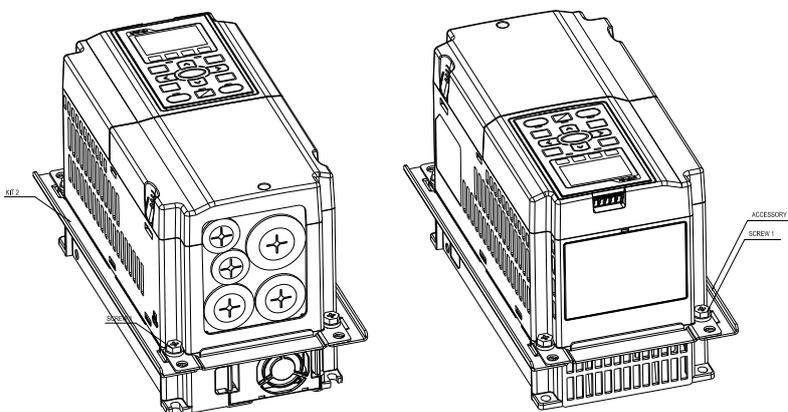

图 2
2. 将螺丝*2 (M6) 与 Accessory 2 & 3 锁住 (如图 2 所示)。螺丝扭力值: 25~30 kg-cm / [21.7~26 lb-in.] / [2.5~2.9 Nm]